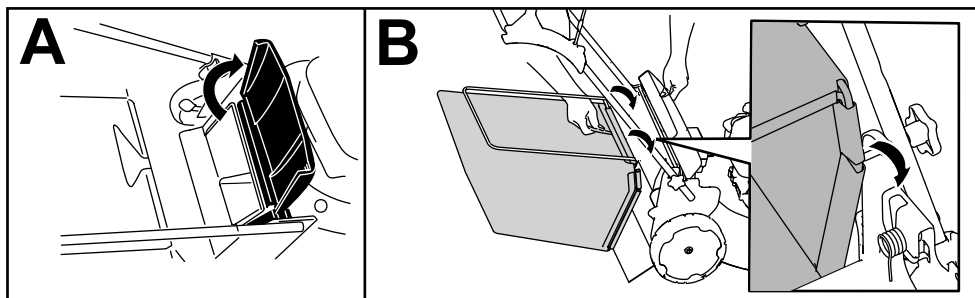

Figura 17
1. Levante y sujete el deflector trasero (Figura 17, A).
2. Instale la bolsa de recogida, asegurándose de que los pasadores de la bolsa descansan en las muescas del soporte del manillar (Figura 17, B).